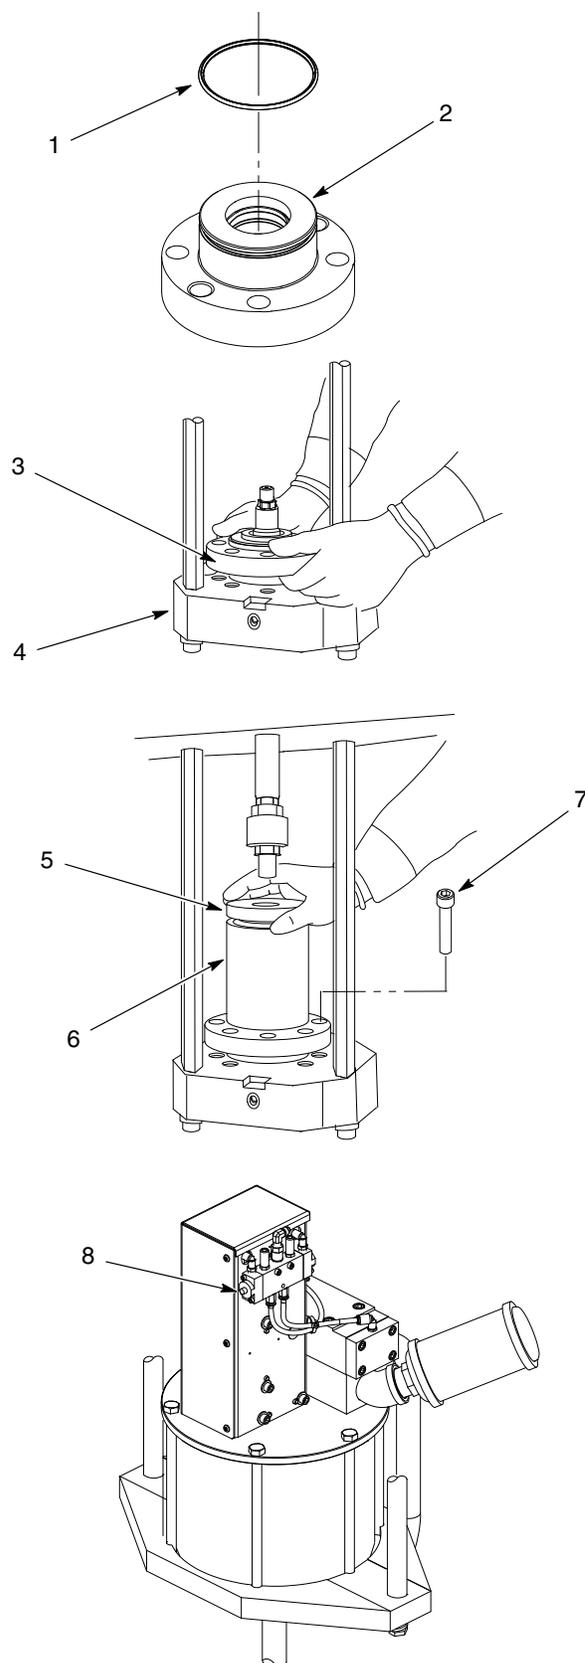

Figura 3 Installazione del premistoppa
SPENTO	<p>NOTA: Alcuni lubrificanti per o-ring possono reagire al materiale erogato. Rivolgersi al proprio rappresentante di Nordson Corporation per stabilire il lubrificante per o-ring corretto da usare.</p> <ol style="list-style-type: none"> Vedi figura 3. Assicurarsi che l'o-ring del premistoppa (1) e il foro del premistoppa (2) siano lubrificati con lubrificante per o-ring. Montare il premistoppa (3) nel corpo della pompa (4). Montare la coppa della camera del solvente (6) sul premistoppa. Mettere l'utensile di inserimento del premistoppa (5) sopra la coppa della camera del solvente (6).